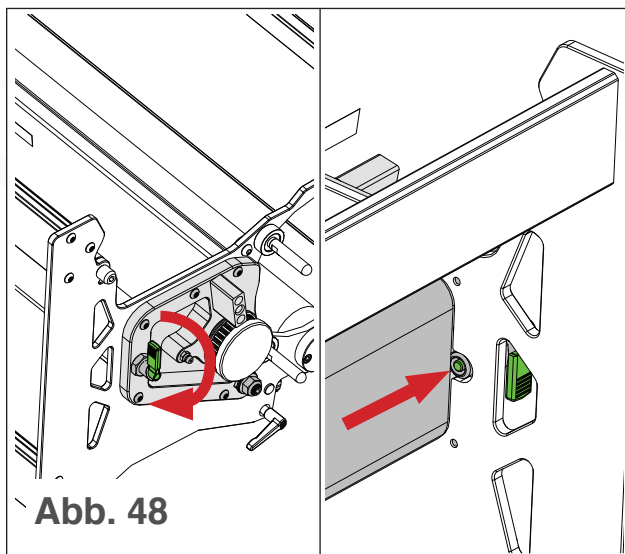

Abb. 48
3. Drehen Sie beide Verriegelungsstifte der Saugerabdeckung um 180°, sodass die Stifte vollständig eingefahren sind (siehe Abb. 48).